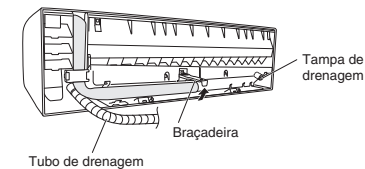

Fig. 3-99
- (a) Localize o tubo de drenagem e a tampa de drenagem. (Fig. 3-99)
- (b) Retire o parafuso que segura o tubo de drenagem no lado direito e, em seguida, puxe o tubo de drenagem para retirá-lo. (Fig. 3-99)